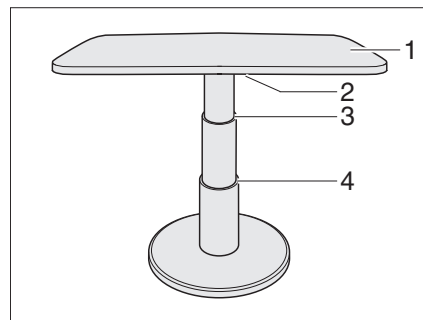

Fig. 58 Mesa elevadora del grupo de asientos circular
- Girar la palanca de bloqueo (Fig. 58,2) hacia la izquierda. El bloqueo está abierto.
- Presionar el tablero de la mesa (Fig. 58,1) por el centro hacia abajo hasta el tope deseado (Fig. 58,3 ó 4) y manténgalo presionado.
- Girar la palanca de bloqueo (Fig. 58,2) hacia la derecha. La mesa elevadora está bloqueada.